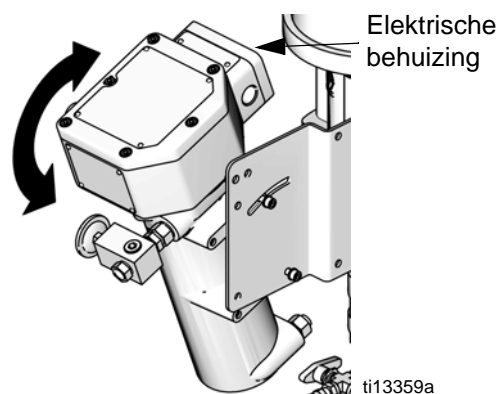

**FIG. 4. Bedrading op ongevaarlijke locaties voor montage op rijdend onderstel**
**Bedrading voor ongevaarlijke locaties voor montage op een rijdend onderstel.** Zie FIG. 4. Vervang de geïnstalleerde fitting door bus (80), die afzonderlijk meegeleverd is. Maak de trekontlastingsbus (79) vast. Volg alle aanwijzingen in handleiding 309524 van de Viscon HP-verwarming om de bijgeleverde elektrische kabel van 120 V (78) of een door de gebruiker geleverde kabel voor 240 V-toepassingen aan te sluiten.